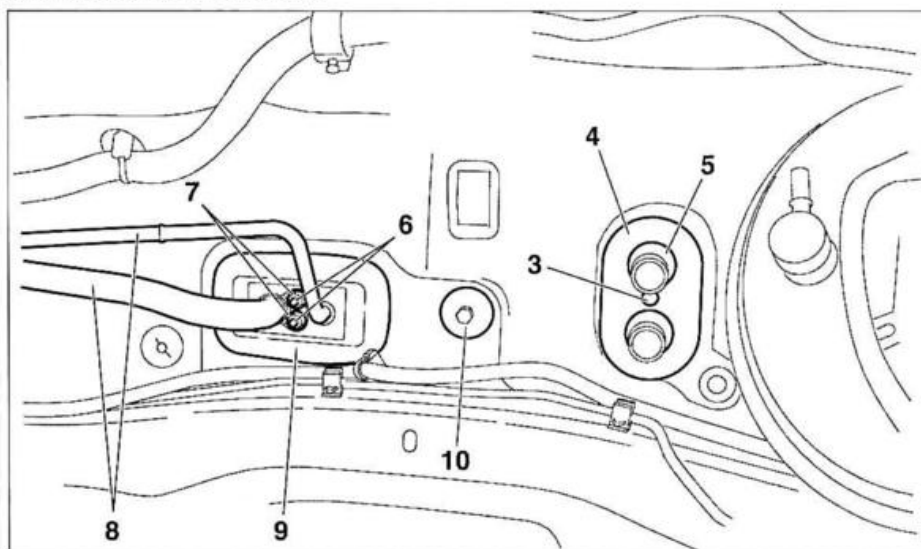

FIG. 22
- Desmontar el tornillo (3) (fig. 22).
- Desmontar la placa de sujeción (4) y la junta de estanqueidad (5).
- Con un casquillo Torx (Facom RTX4), sujetar el extremo de los espárragos (6) y desenroscar las tuercas (7) con una llave fija de 10 mm.
- Separar las tuberías (8) de las bridas de sujeción en el motor y en la aleta delantera.
- Separar las tuberías de la válvula de expansión con la junta de estanqueidad (9) tirando del eje de la válvula de expansión.
- Con un casquillo Torx (Facom RTX4), mantener el extremo de los espárragos (6) y desenroscar las tuercas (7) con una llave fija de 10 mm (fig. 22).